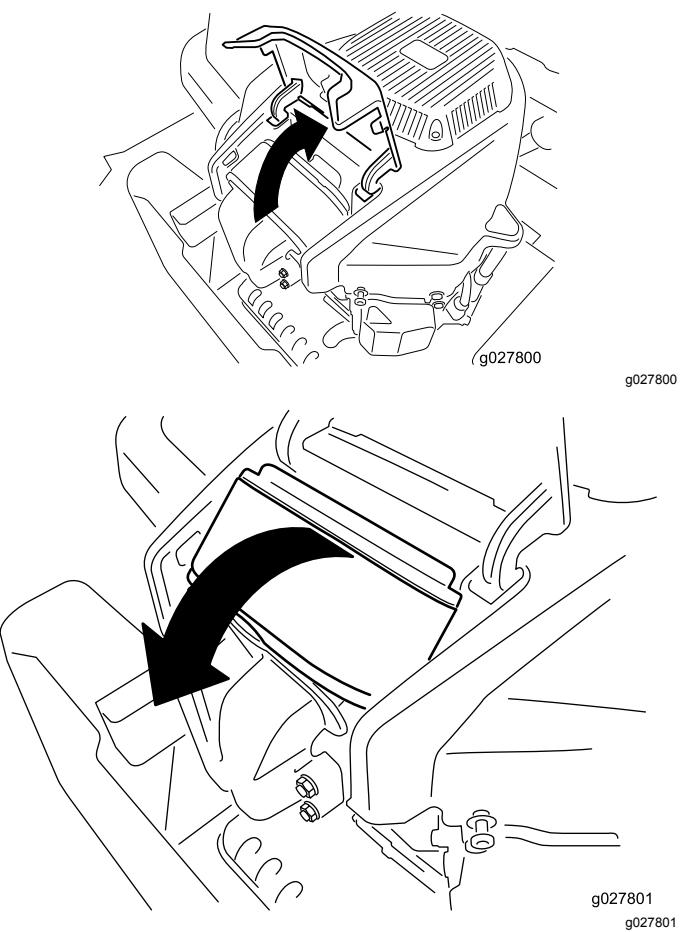

Figura 39
4. Retire la tapa y gire el limpiador de aire para retirarlo del motor (Figura 39).